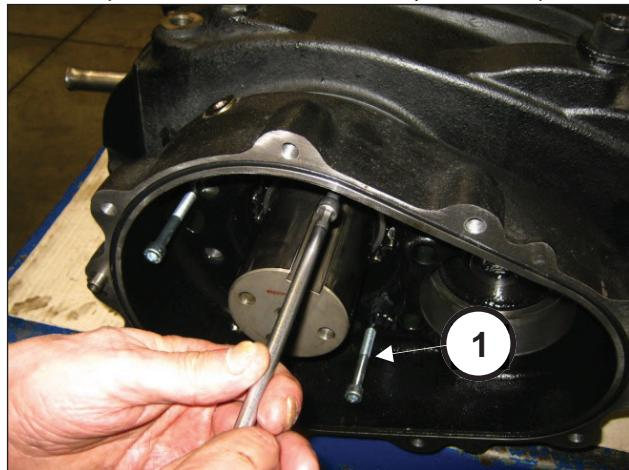

Рис. 23
Установите 3 штифта или винта с резьбой M8 (поз. ①, Рис. 23) в роли съемников в соответствующие отверстия.